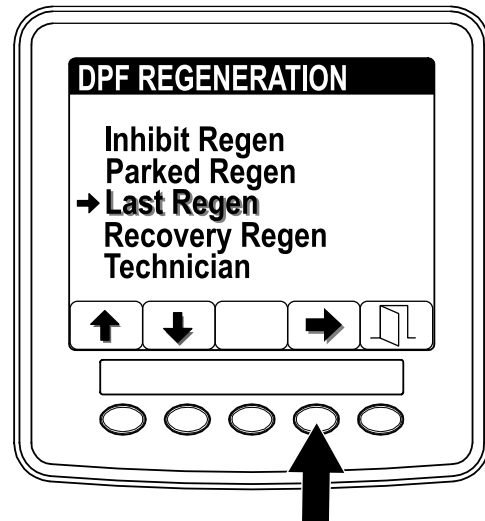

**Bild 35**
1. Öffnen Sie das Menü „Service“ und drücken Sie die Tasten 1 oder 2, um auf die Option DPF REGENERATION zu navigieren (Bild 35).
2. Drücken Sie die Taste 4, um den Eintrag „DPF Regeneration“ auszuwählen (Bild 35).